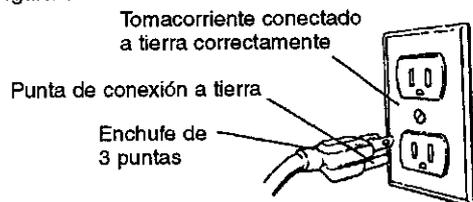

Figura 5 - Receptáculo de 3 puntas
- Esta herramienta viene con un cordón eléctrico aprobado de 240 voltios nominales y un enchufe de 3 puntas con derivación a tierra de 125 voltios nominales (vea la Figura 5) para protegerlo contra el peligro de sacudidas eléctricas.
- El enchufe de conexión a tierra se debe enchufar directamente en un receptáculo de conexión a tierra de 3 puntas, conectado a tierra e instalado correctamente, como se muestra en la Figura 5.